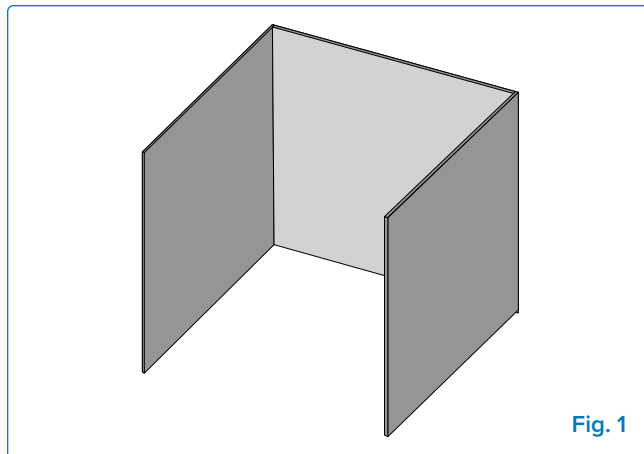

Fig. 1
- L'appareil est considéré comme étant à l'extérieur s'il est installé dans un abri avec des murs sur trois côtés mais sans couverture (**Fig. 1**).